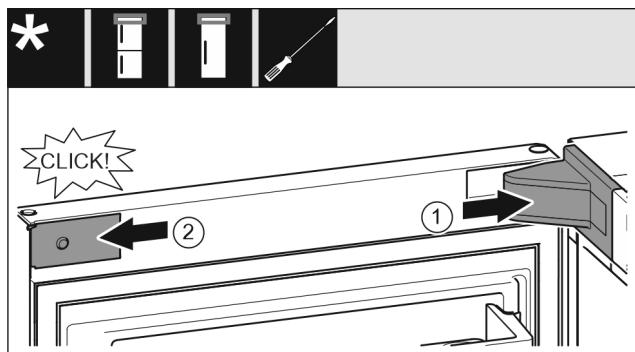

Fig. 22
- Monter lagerblokkdekselet Fig. 22 (1) og smekk det på plass, og skyv det forsiktig fra hverandre om nødvendig.
- Plasser dekselet Fig. 22 (2) på siden og smekk det på plass.